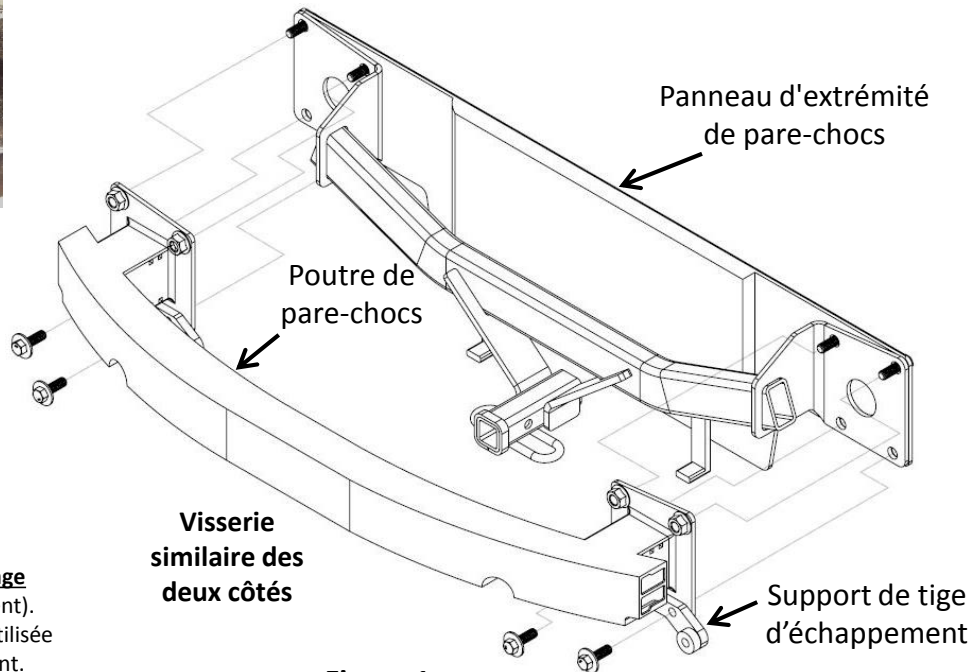

Figure 1
- 2. Enlever la poutre de pare-chocs** – Utiliser une douille 15 mm pour retirer deux (2) écrous à embase et deux (2) boulons de la poutre de pare-chocs de chaque côté, voir **Figure 1**. Enlever avec soin la poutre de pare-chocs et les supports de tige d'échappement. Utiliser un support pour éviter d'endommager le système d'échappement.
- 3. Installation de l'attelage** – Soulever l'attelage et aligner les deux (2) trous supérieurs de l'attelage sur les goujons du panneau d'extrémité du pare-chocs. Soulever la poutre de pare-chocs et les supports de tige d'échappement pour intercaler l'attelage, voir la **Figure 1**. Réutiliser les écrous à embase et les boulons.